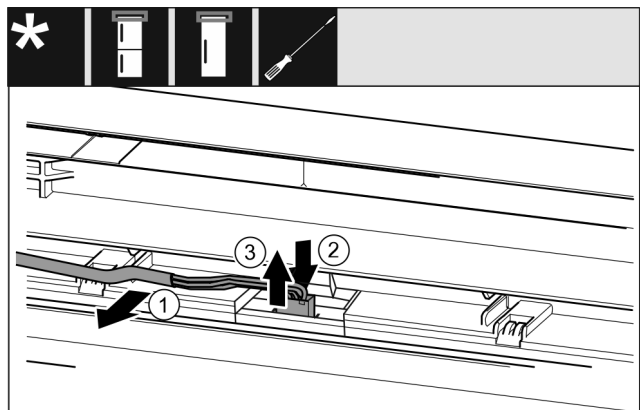

Fig. 20
- ▶ Grijs kabel voorzichtig uit de geleiding in de deur losmaken. Fig. 20 (1)
- ▶ Lip achter de stekker naar achteren drukken. Fig. 20 (2)
- ▶ Stekker er voorzichtig omhoog uittrekken. Fig. 20 (3)